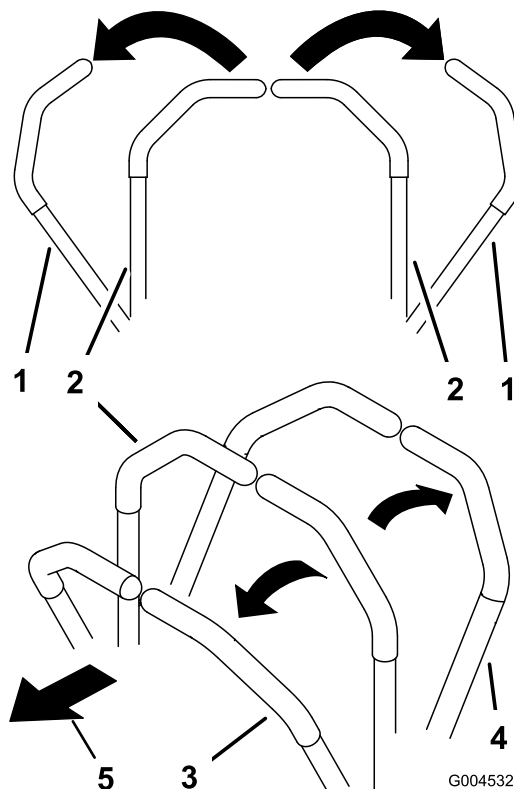

Figure 17
- Pour vous déplacer en marche avant, poussez lentement les leviers de commande de déplacement vers l'avant (Figure 17).
Pour vous déplacer en ligne droite, appliquez une pression égale sur les deux leviers de déplacement (Figure 17).
Pour tourner, rapprochez du point mort le levier de commande correspondant à la direction que vous voulez prendre (Figure 17).
- Pour vous déplacer en marche arrière, tirez lentement les leviers en arrière (Figure 17).
Pour tourner, relâchez le levier de commande correspondant à la direction que vous voulez prendre (Figure 17).